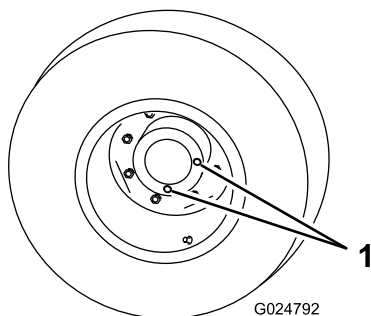

Рисунок 73
1. Поставьте машину на горизонтальную поверхность и расположите колесо так, чтобы одна из контрольных/сливных пробок находилась в самом нижнем положении («6 часов») (Рисунок 73).